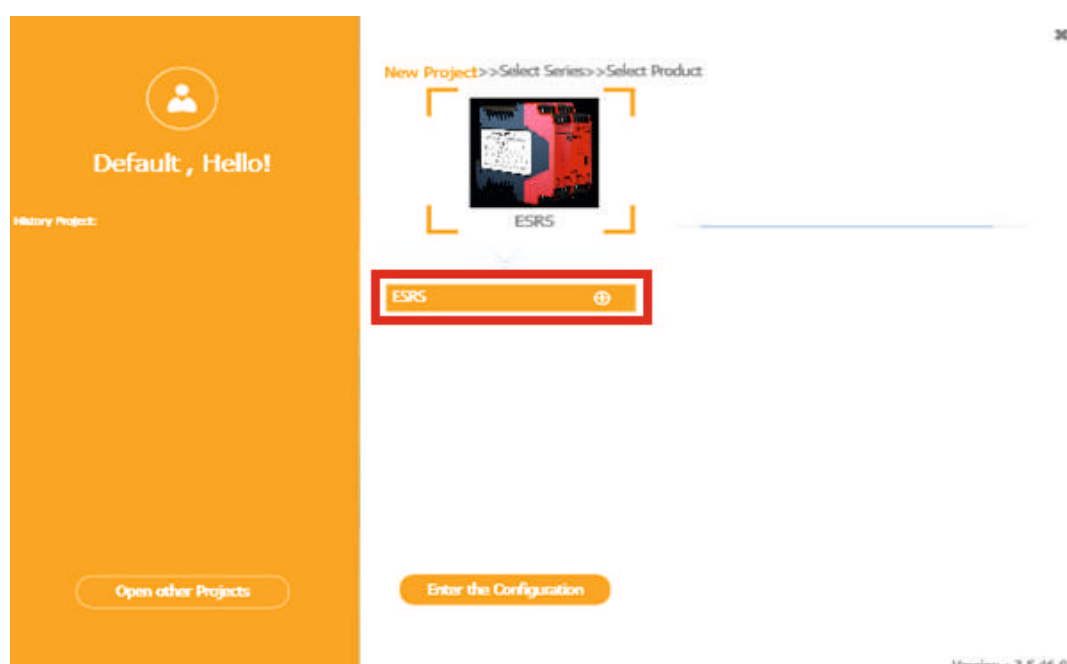

Рис. 15
- Вернитесь в окно «Default» и нажмите на кнопку «ESRS» в центральной части окна (Рис. 15).